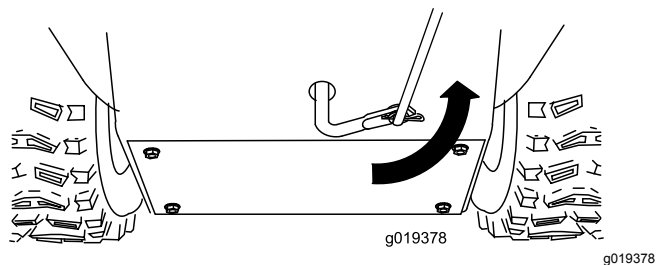

Figure 8
5. Tournez le bras de liaison inférieur complètement vers le haut (sens antihoraire), comme illustré à la Figure 8.